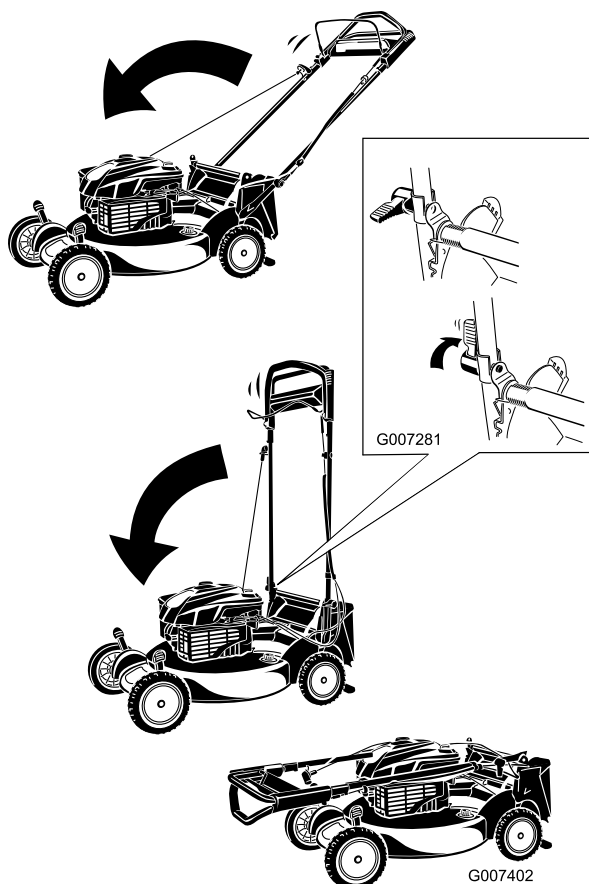

Figure 42
1. Pliez la partie supérieure du guidon en avant (Figure 42).